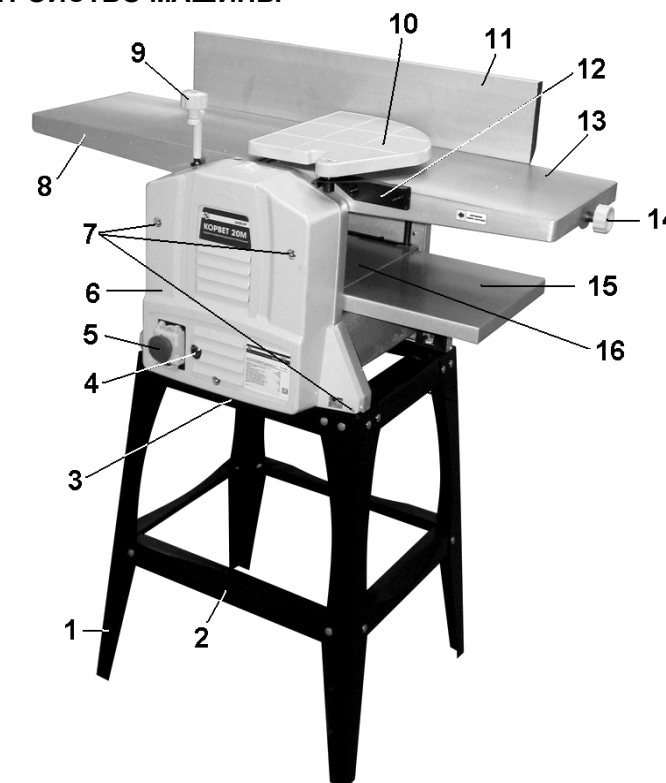
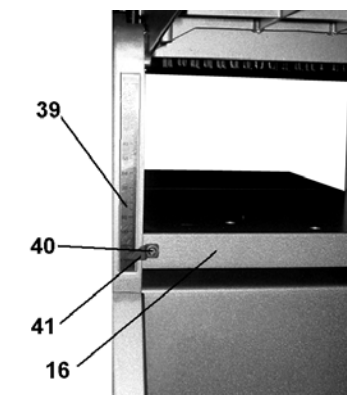

Рис. 2
Рис. 12
9.1. Установка машины (Рис. 2)
9.2.1. Как показано на Рис.2; 5, установите и закрепите направляющую планку (11).
9.2.4. При оборудовании машины для выполнения строгания установите защитную планку (10) в держатель (12). Проверьте правильность работы защитной планки (10), т.е. пружинный механизм защитной планки должен закрывать часть строгального вала, не принимающего участия в обработке заготовки, Рис.2.
Внимание: Ручка (9) не закрепляется, поэтому устанавливается на момент непосредственной регулировки высоты рабочего стола (16). Выполнение любых операций на машине производится со снятой ручкой (9), Рис. 2, 7.
11.5. Скорость подачи заготовки обеспечивается ручным усилием оператора. При этом учитывайте ширину и глубину строгания, степень влажности, плотности и однородности древесины. Прижимая заготовку к столу подачи (13), подавайте её вперед, навстречу направлению вращения строгального вала, Рис.2, 13. Подавайте заготовку с равномерной скоростью. Любая остановка заготовки образует неровность или ступень на обрабатываемой поверхности заготовки. В целях собственной безопасности защитная планка (10) должна закрывать часть строгального вала (ножей), не используемого при строгании.
11.6. Переоборудуйте машину для выполнения строгания в размер по высоте (рейсмус) (см. пункт 9.2.). Ручкой (9), Рис.2, по шкале (39) установите рабочий стол (16), Рис.12, в положение, соответствующее максимально толстому участку заготовки, после чего установите глубину строгания.
11.7. Заготовку подавайте обработанной (строганной) стороной вниз по поверхности рабочего стола (16) (со стороны приёмного стола (8)) до момента захвата заготовки протяжными роликами (автоматическая подача); по необходимости поддерживайте заготовку, не форсируя и не замедляя скорость прохождения заготовки, Рис.2.
12.1. Отсоедините вилку шнура питания машины от розетки электросети. Демонтируйте направляющую планку (11) и защитную планку (10), Рис.2, снимите патрубок пылесборника (30), Рис.7.
Предварительно установите ножи (43) в самом нижнем положении. Ножи (43) и прижимные пластины (44) аккуратно установите в пазы строгального вала (42), вращая винты (45) крепления прижимной пластины против часовой стрелки, Рис.12.